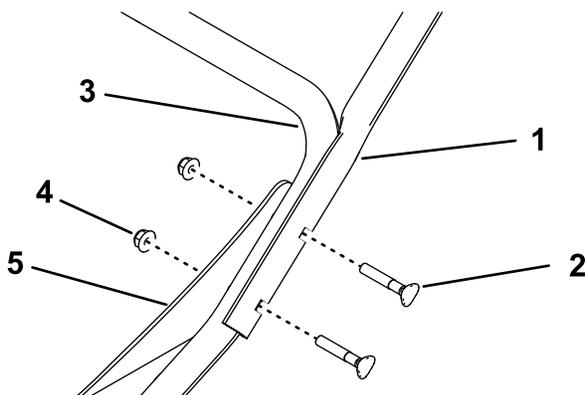

Bild 4
1. Befestigen Sie die Rohre des oberen Holms an beiden Seiten der Maschine mit zwei Holmschrauben und zwei Muttern (5/16") am unteren Holm und den Streben (Bild 4).